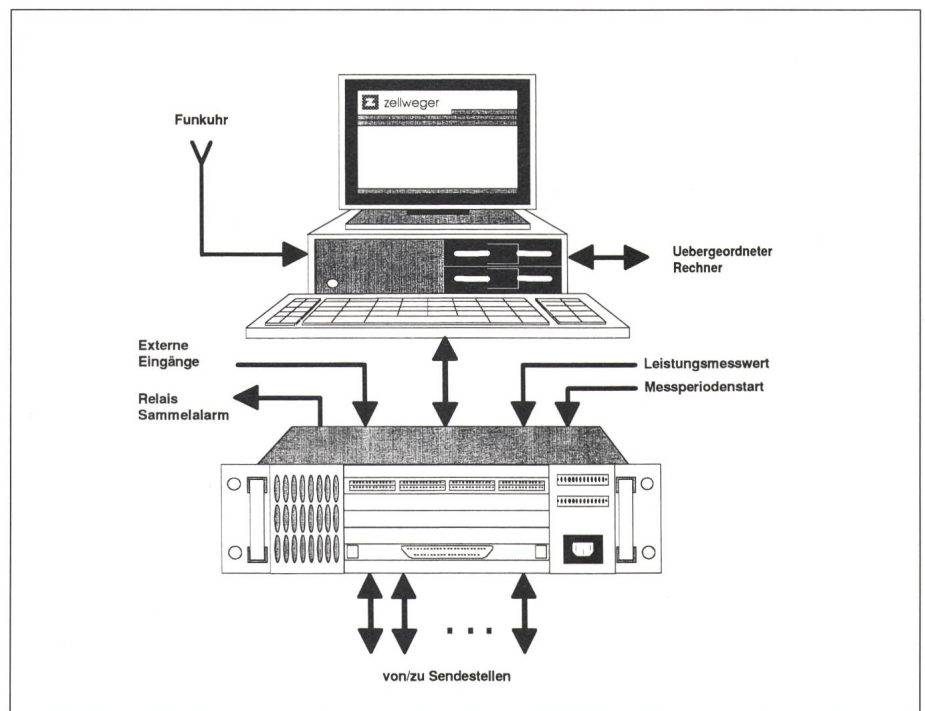

Bild 1 Prinzipieller Aufbau des «z'ener top MPC»
Der «z'ener top MPC» besteht aus der Prozesssteuerung (PS) und einem Personal Computer (Bild 1). Die Prozesssteuerung ist in 19"-Technik nach Qualitätsnormen für den Einsatz in rauher